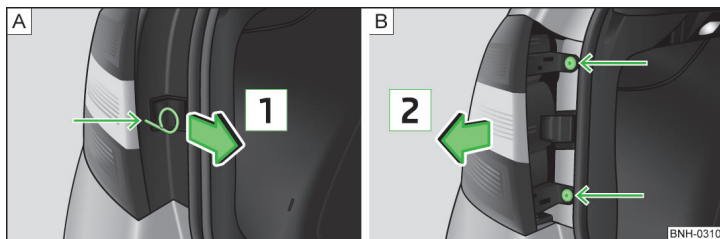

Abb. 166 Abdeckung/Leuchte ausbauen
- Den Bügel zum Abziehen der Radvollblenden » Seite 157, Bordwerkzeug in die Bohrung an der mit dem Pfeil gekennzeichneten Stelle » Abb. 166 - **A** stecken.
- Die Abdeckung in Pfeilrichtung **1** » Abb. 166 abziehen.
- Die Leuchte mit dem Schlüssel aus dem Bordwerkzeug abschrauben » Abb. 166 - **B**.